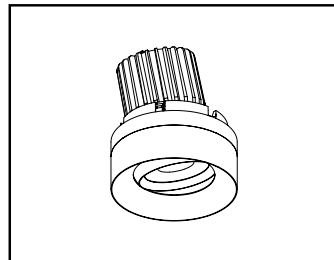

Figure 14
7. Adjust the appropriate color temperature and lighting angle and push in the LED module into the hole of mud-in frame. Before push-in, ensure the snap buckles are opened. (see Fig. 14 and 15)
7. Réglez la température de couleur et l'angle d'éclairage appropriés et insérez le module DEL dans le trou du cadre de boue. (voir Fig. 14 et 15)